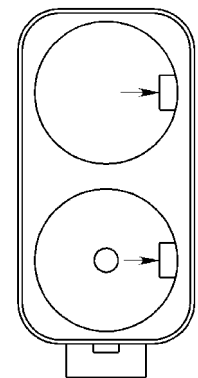

Рис. 3. Отсек батарейный
3.4.1. При разряде элементов питания, необходимо установить новые элементы питания (2 шт.) типоразмера D в отсек батарейный 14 (рис. 9), в соответствии с полярностью, указанной на внутренней стороне крышки отсека. Признаком разряда элементов питания служит отсутствие или значительное ослабление искровых разрядов между свечой и горелкой после начала протекания воды через аппарат (с расходом не менее 2,0 л/мин). Для открытия крышки батарейного отсека необходимо повернуть ручку крышки в положение «ON». Для выемки разряженных элементов питания необходимо отогнуть удерживающие прижимы (показано стрелками на рис. 3).